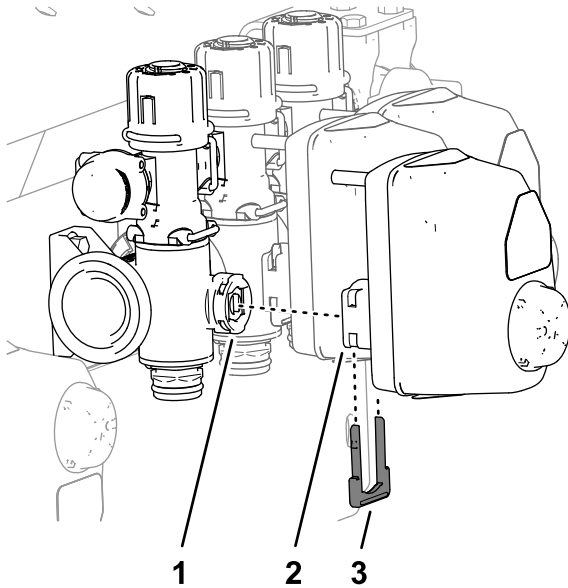
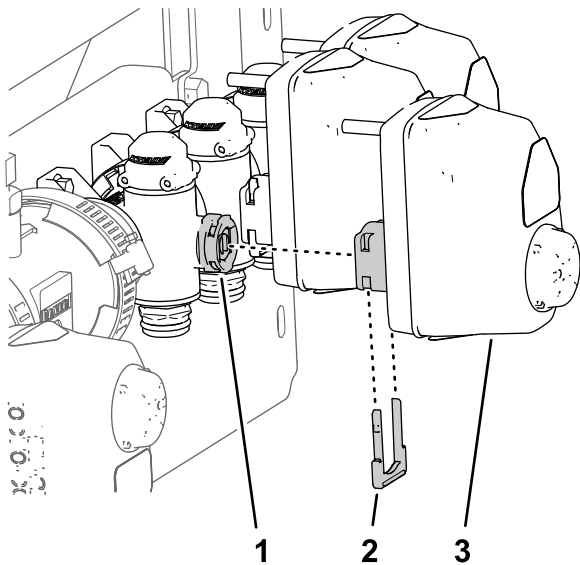

Figura 39
Figura 42
- Alinee el acoplamiento del actuador de la válvula de sección que se retiró anteriormente (Figura 39) con el orificio del vástago del distribuidor.
- Sujete el actuador de la válvula de sección al distribuidor con la horquilla de retención que se retiró anteriormente (Figura 39), como se muestra en la Figura 42.